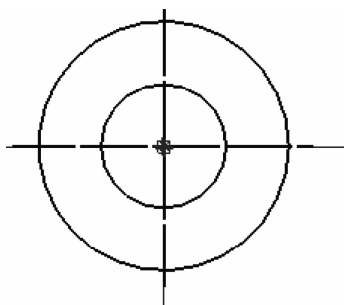

图 6-149 绘制同心圆
(15) 单击【主页】选项卡【绘图】区域下的  【圆】按钮下的【中心和点画圆】，在弹出的菜单栏中的 直径(D): 【直径】中填入值 14mm 和 28mm，在右侧的点画线中心绘制直径分别为 14mm 和 28mm 的同心圆，如图 6-149 所示。